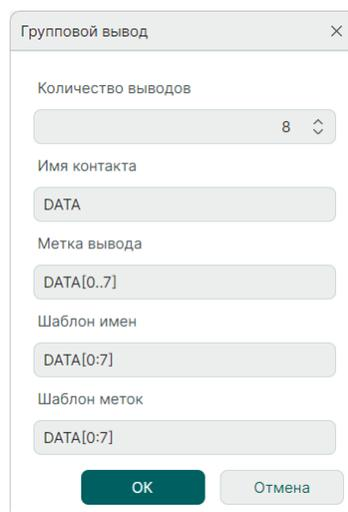

Рис. 267 Окно «Групповой вывод»
2. Настройте параметры размещаемого группового вывода, см. Рис. 267.